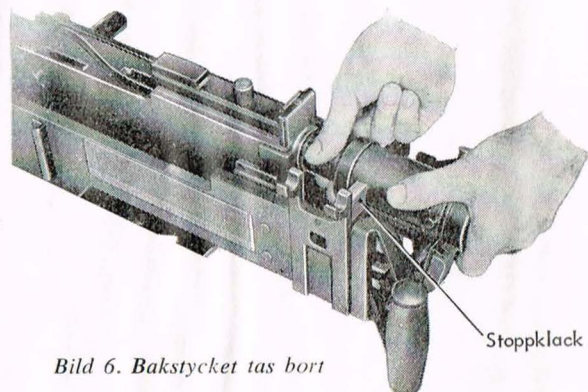

Bild 6. Bakstycket tas bort
- Lyft bakstycket rakt uppåt (bild 6).